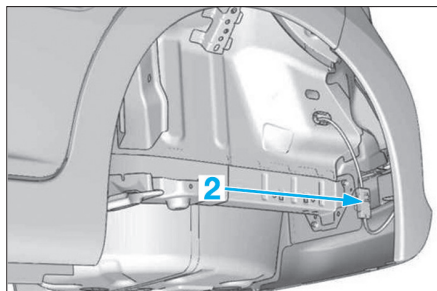

Fig. 148
- Débrancher le connecteur (2) (Fig.148).